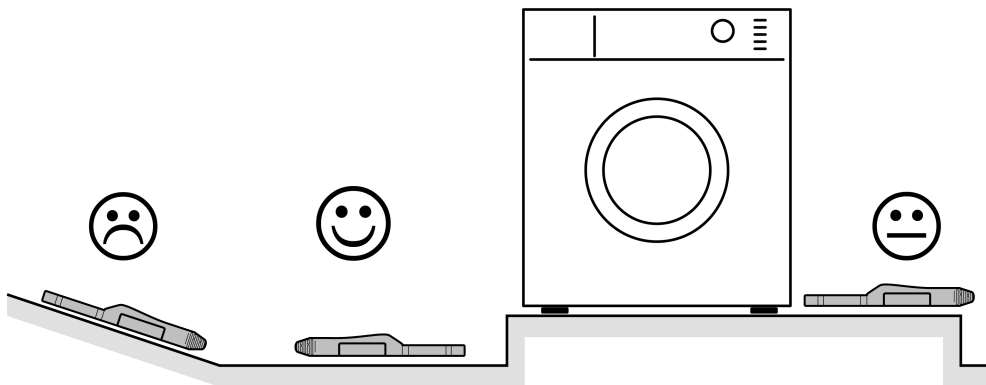

Bild 6: Geeignete und ungeeignete Montageorte
- i** Gerät nicht auf abschüssige Oberflächen, Erhöhungen oder Sockel platzieren (Bild 6).